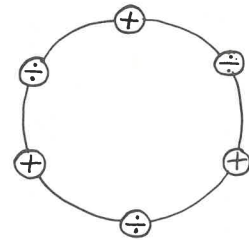

Fig. 16
a) Kortfattet teori: På over-head'en vises en ring af tynd ståltråd. På ringen er fastgjort et antal symboler på positive ioner og elektroner (fig. 16).